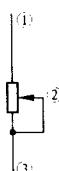

图 1-4 微调电阻器
② 微调电阻器。微调电阻器是用来调整电路电阻值的一种器件,标注符号如图 1-4 所示。